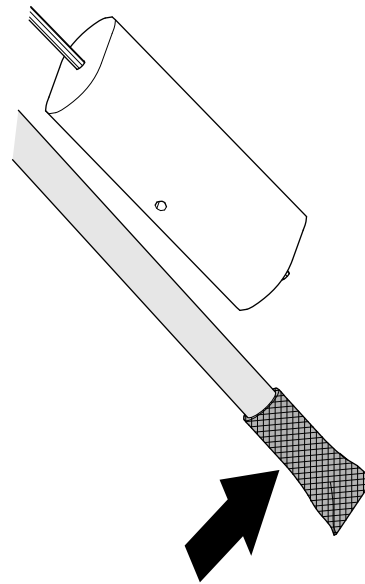

Figura 86
1. Limpie el filtro del extremo del tubo de aspiración de combustible (Figura 86).